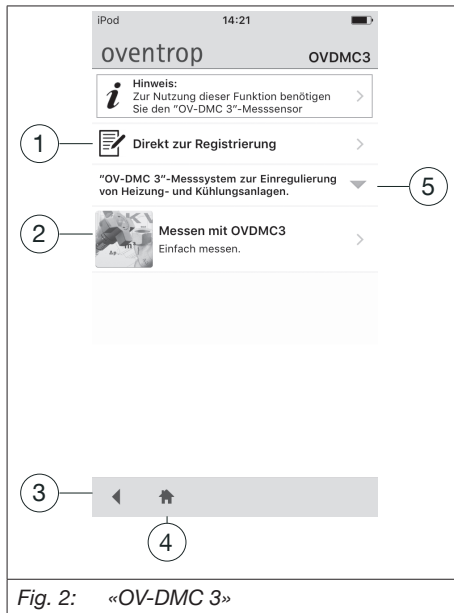

Fig. 2: «OV-DMC 3»
- Le menu «**OV-DMC**» s'ouvre. (voir Fig. 2 en page 18)